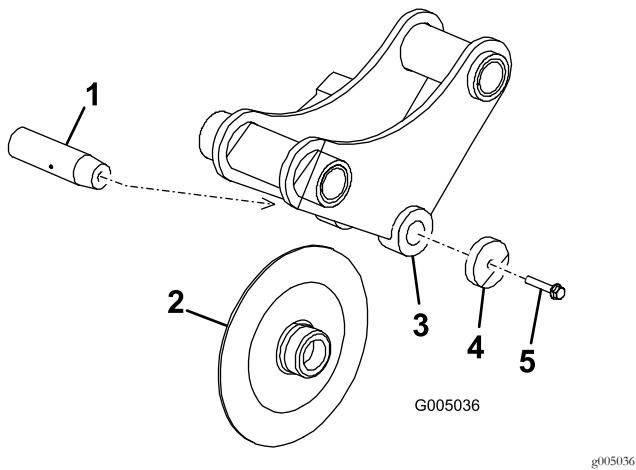

Figura 15
1. Desenrosque 1,3 cm aproximadamente el tornillo del eje de la cuchilla circular, luego golpéelo varias veces con un martillo para aflojar el eje (Figura 15).
2. Retire completamente el tornillo del eje de la cuchilla circular, la arandela, la cuchilla circular y el eje de la cuchilla circular (Figura 15).
3. Coloque la cuchilla circular nueva en el soporte de la cuchilla circular (Figura 15).
4. Pase el eje de la cuchilla circular a través del soporte y la cuchilla circular, y fíjelo con el tornillo del eje y la arandela (Figura 15).